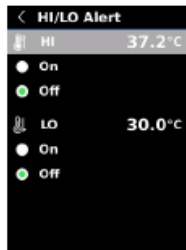

Fig. 17
2. Utilisez les boutons $\wedge$ et $\vee$ pour sélectionner la valeur de l'alarme à régler ou pour activer (On) ou désactiver (Off) les alertes de température applicables (Fig. 17).